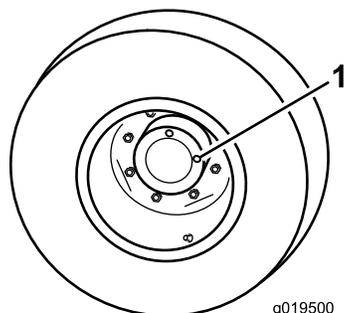

図 103
1. 水平な床面で、点検プラグの1つが時計の12時を指し、もうひとつが3時を指すようにマシンを駐車する 図 103。
2. 3時の位置にあるプラグを外す 図 103。